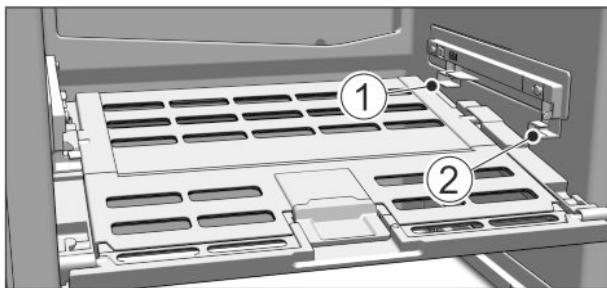

Fig. 48
- ▶ Установка крышки отделения с функцией для хранения овощей и фруктов Fruit & Vegetable-Safe: Вставить попечные ребра крышки через низ в задний держатель Fig. 48 (1) и защелкнуть спереди на держателе Fig. 48 (2).